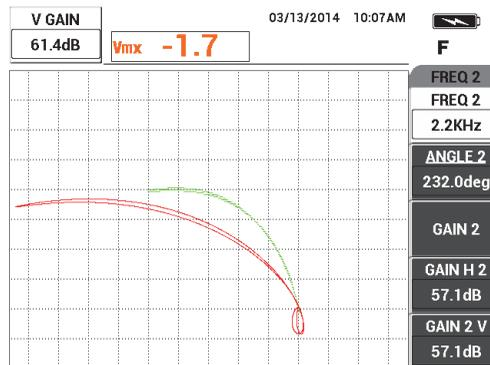

Figure 5-124 Réglage de l'amplitude verticale du signal pour la fréquence 1
14. Appuyez encore sur la touche GAIN (**dB**), et puis augmentez l'amplitude verticale du signal de la fréquence 1 (vert) pour qu'il s'étende exactement sur 4 divisions au-dessus du point d'équilibre (voir la Figure 5-124 à la page 230).